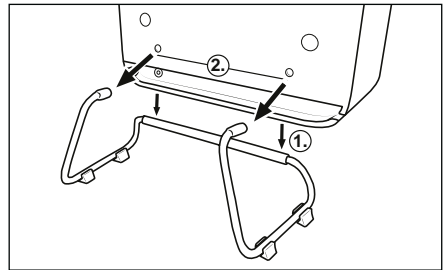

Fig. 2
- ◆ Coloque el aparato sobre el soporte ❶ e introduzca los salientes del soporte ❶ en los dos orificios del aparato (consulte la fig. 2).